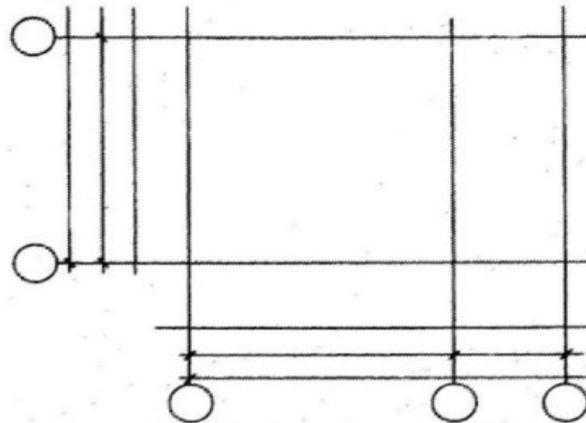

Рисунок 192 - Вычерчивание разбивочных координационных осей
- 4) Вычертить план здания (ГОСТ 21.101-97), начав с нанесения продольных и поперечных разбивочных координационных осей (рисунок 192).